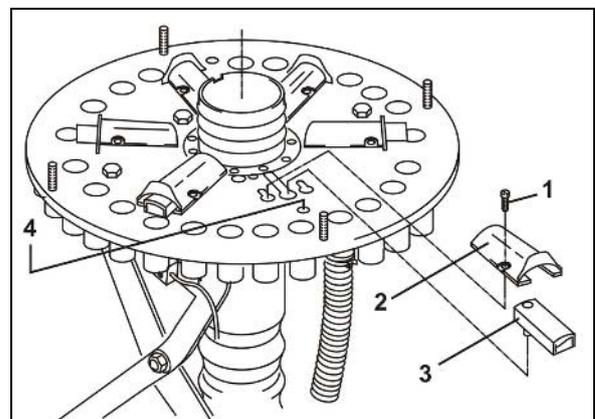

Fig. 144
Désactivez les clapets (Fig. 144 / 2) s'ils ne sont pas utilisés. Les clapets désactivés ne ferment pas les alimentations vers les socs jalonneurs.
7. Desserrez les vis (Fig. 144 / 1).
8. Enlevez le tunnel du clapet (Fig. 144 / 2).
9. Le clapet est (Fig. 144 / 3), comme illustré, dans le guidage.
10. Tournez le clapet (Fig. 144 / 3) et insérez le dans le trou (Fig. 144 / 4).
11. Vissez le tunnel du clapet (Fig. 144 / 2) sur la plaque de base.